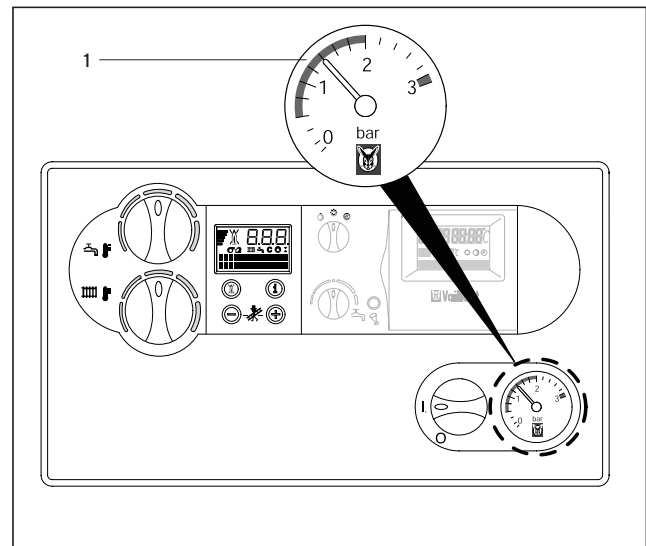

Abb. 3.14 Gerät/Heizungsanlage füllen
Für einen einwandfreien Betrieb der Heizungsanlage soll bei kalter Anlage der Zeiger am Manometer (1) im Bereich zwischen 1,0 und 2,0 bar Fülldruck stehen (Abb. 3.14). Steht er unterhalb von 0,8 bar, füllen Sie bitte entsprechend Wasser nach.